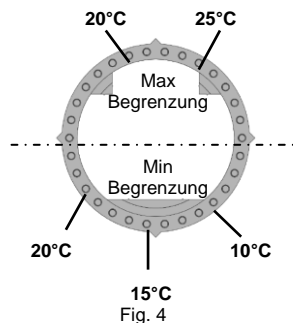

Fig. 4
3. Entfernen Sie die Begrenzungsstifte und stecken Sie sie in die dafür vorgesehenen Löcher des gewünschten Einstellbereiches (Fig. 4)